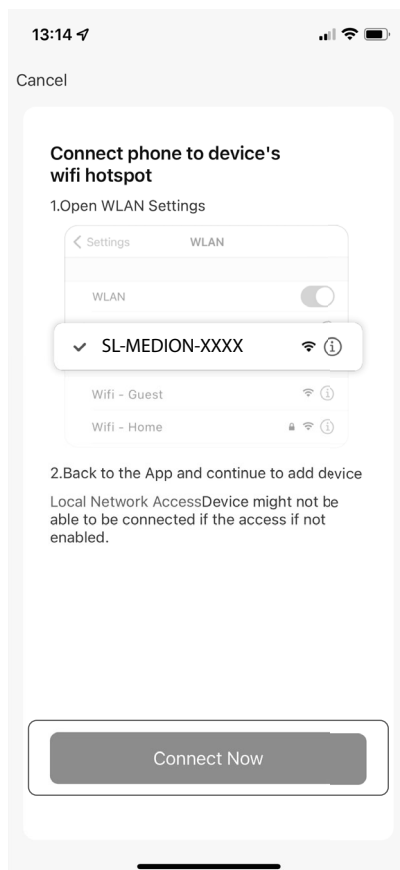

Fig. 8
- ▶ Cliccare su **CONNETTI ORA** in basso nella schermata (**vedere la fig. 8**).